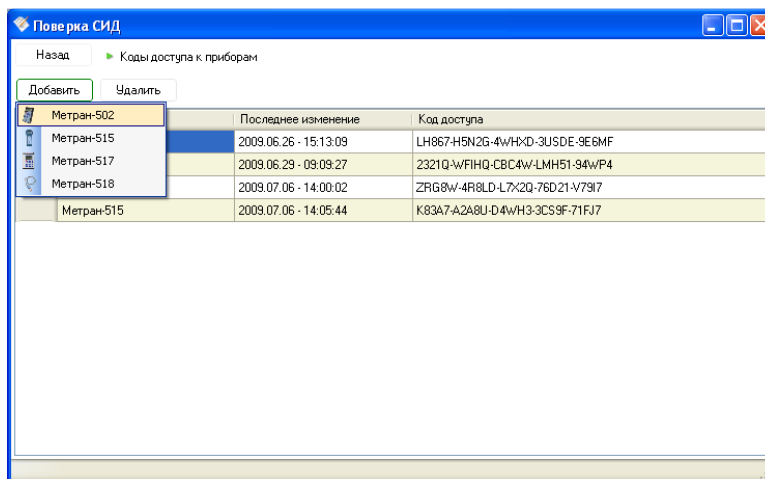

Рисунок 4.107 – Ввод кода доступа к калибратору
- нажать кнопку «Добавить» и в списке приборов выбрать подключаемый калибратор (см. Рисунок 4.107);